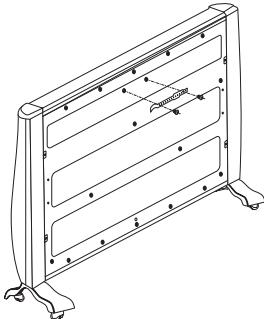

Figura 3
- Instale el asa incluida en la parte trasera del aparato, atornillándola con dos tornillos fije con dos tornillos 4*14 en el agujero correspondiente como muestra Figura 3.